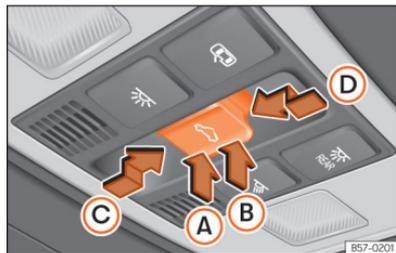

Abb. 81 Im Dachhimmel: Bedienelement für Panorama-Schiebedach.
Der Taster (Abb. 81) hat zwei Stufen.
• Innerhalb von etwa 5 Sekunden nach der Aktivierung des Einklemmschutzes, drücken Sie die Taste ⏪ »» (Abb. 81) bis zur zweiten Stufe in Pfeilrichtung ① bis das Dach vollständig schließt.